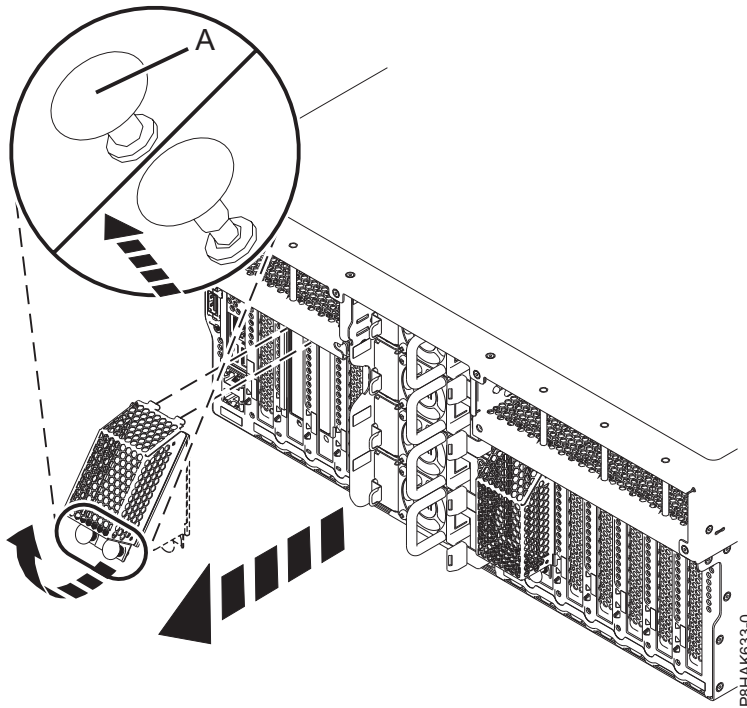

Figure 33. Retrait du blindage de protection de la carte GPU
- a. Tirez sur le bouton de verrouillage (A) pour le mettre en position d'ouverture, comme illustré dans la figure 33, à la page 37.
- c. En tenant le blindage de protection, faites-le tourner dans la direction illustrée dans la figure 33, puis écartez-le du panneau arrière.